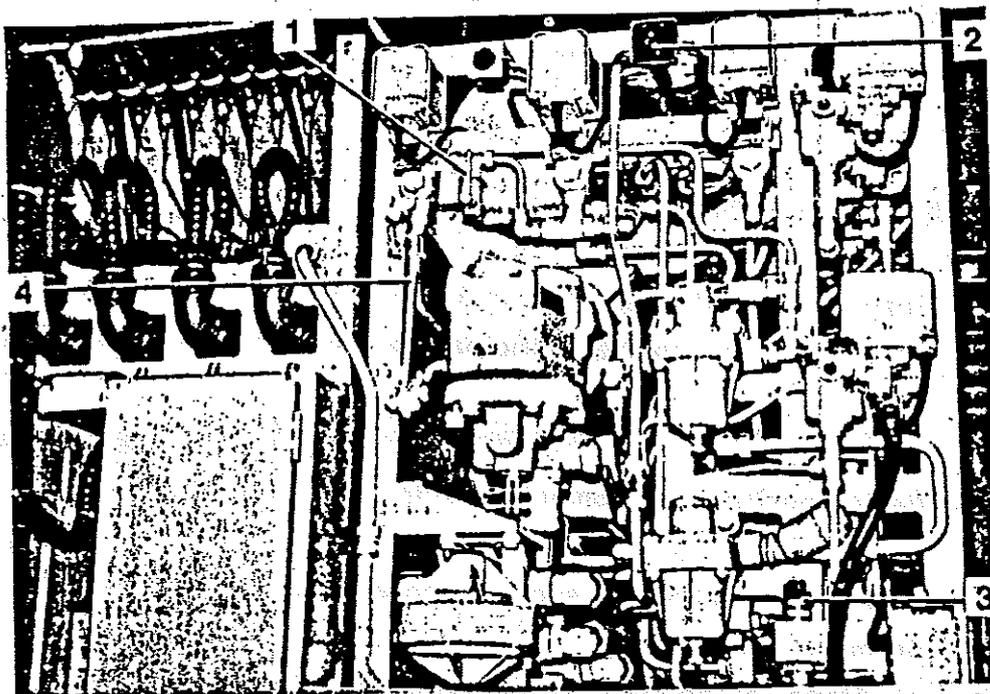

Figura 29 Bloque del aire comprimido N1 (lado derecho)
- Conmutador "AIRE"/"VACIO" (Figura 29/2) en posición "VACIO"
ADVERTENCIA: Las posiciones del grifo conmutador PRESION DE FRENO (Figura 29/1) y del conmutador "M"/"V" (Figura 29/4) en la válvula de mando C3W no tiene efecto en trenes frenados al vacío.
- Conmutador "AIRE"/"VACIO" (Figura 29/2) en posición "AIRE"
- Grifo conmutador PRESION DE FRENO (Figura 29/1) en posición "ALTA"
- Conmutador-selector "M"/"V" (Figura 29/4) en la válvula de mando C3W en posición "V".
- Grifo conmutador PRESION DE FRENO (Figura 29/1) en posición "BAJA"
- Conmutador-selector "M"/"V" (Figura 29/4) en la válvula de mando C3W en posición "M".